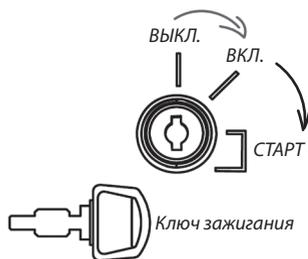

Рис. 9
5. Электрозапуск. Поверните ключ зажигания в положение «**Старт**». Отпустите после того, как двигатель запустится. (Рис. 9).